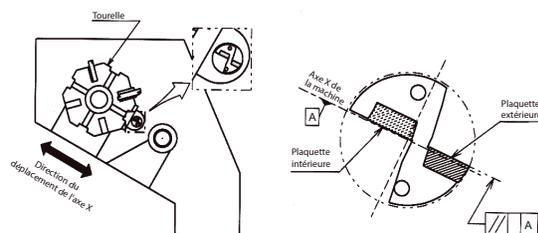
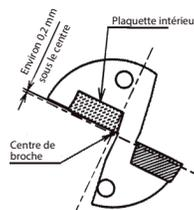

Fig. 1 Installation sur le tour
Fig. 5 Vue de bout du foret
2. Il est recommandé de régler la plaquette extérieure comme indiqué sur la figure 1 avec la plaquette extérieure face à l'opérateur (il est également possible de l'utiliser en réglant la position inverse à 180°). Lors de l'installation du foret sur la tourelle inférieure d'un tour à deux tourelles, la plaquette extérieure doit être positionnée face à l'opérateur. (Il est également possible de l'utiliser en la positionnant dans le sens inverse (180°).)
Lorsqu'elle est installée selon la figure 1, la plaquette intérieure se trouve à environ 0,2 mm sous le centre de la broche. (fig. 5) Il s'agit de la position normale de la hauteur centrale, et le foret a été conçu pour être utilisé dans ces conditions. Toutefois, si la tourelle du tour est hors du centre de la broche, il est possible de positionner la plaquette intérieure au-dessus du centre ou largement en dessous. Pour un usinage stable, il est primordial de bien vérifier la hauteur centrale.